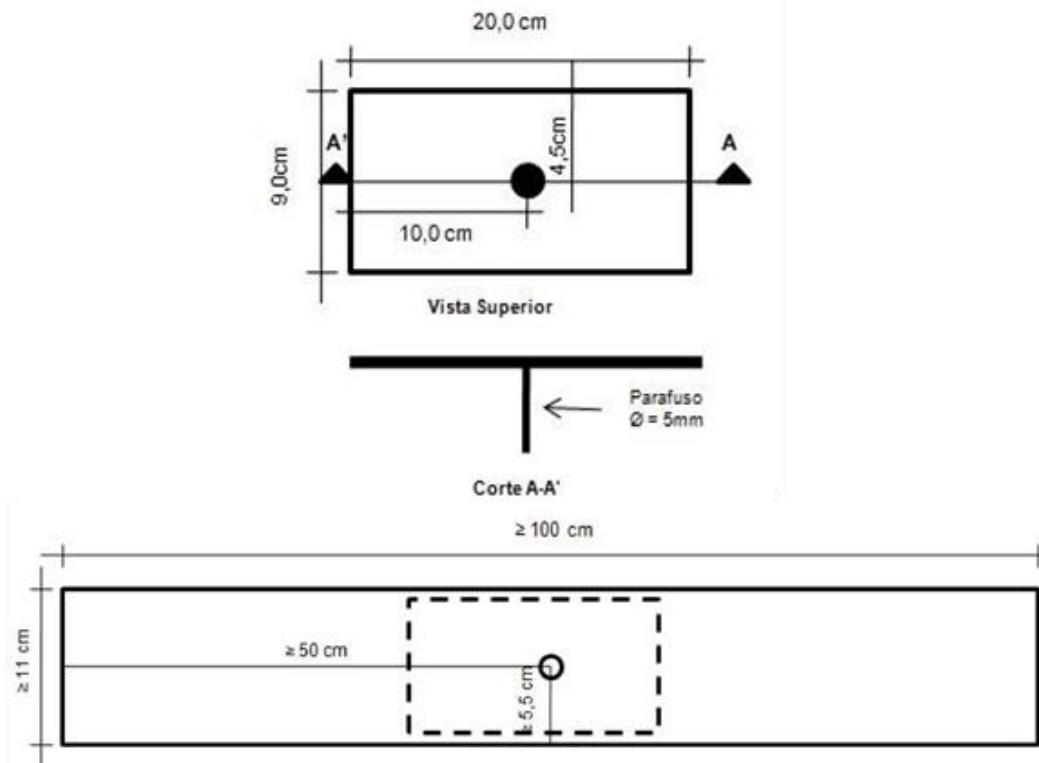

Figura 6: placa de ruptura que será utilizada
- A aplicação de carga na estrutura será feita a partir de uma placa, detalhada na figura 6, que será apoiada no tabuleiro da ponte em um furo centralizado, de acordo com o exemplo demonstrado;